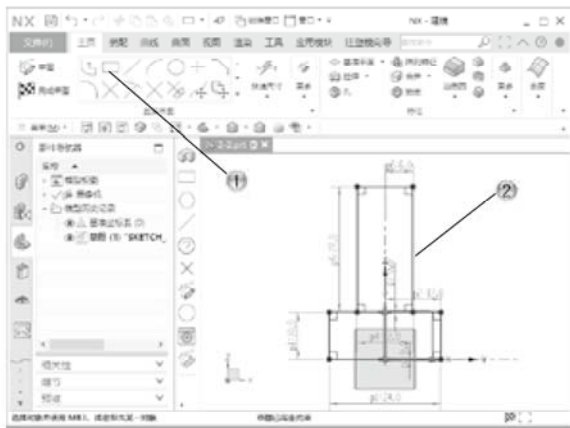

图 2-55
- ① 单击【主页】选项卡中的【矩形】按钮，如图 2-55 所示。
- ② 在绘图区中，绘制竖直的矩形。